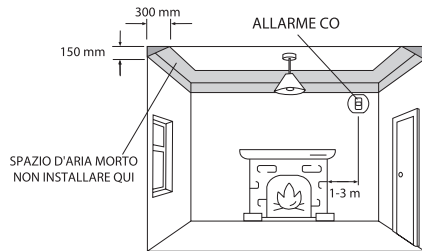

Figura 1: Installazione in un locale con un apparecchio a combustibile
1. Installazione di un allarme CO in una stanza con un apparecchio a combustibile (vedere Figura 1):